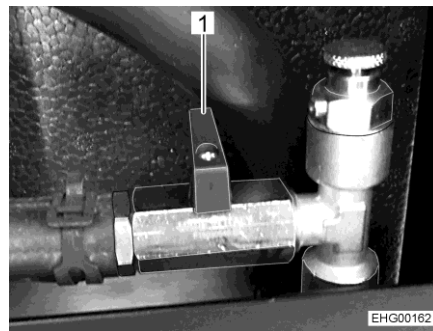

Bild 186 Kugelhahn (geschlossen)
- Den Hebel (Bild 186,1) quer zur Rohrleitung stellen.